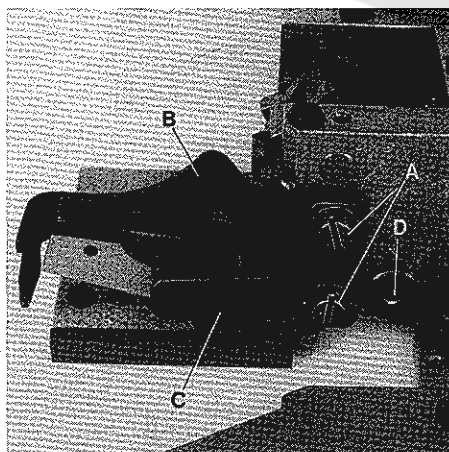
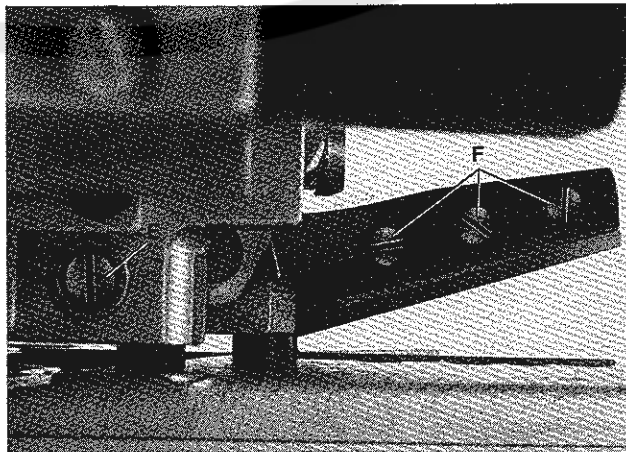
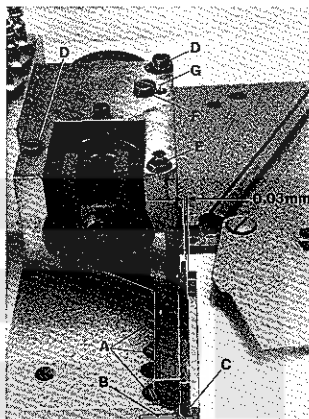

Fig.63
Fig.64
Fig.66
Loosen screws (A, Fig.63) and remove the two finger guards (B and C).
Loosen screw (D, Figs.63 and 65) and turn screw (E, Figs.64 and 65) a few revolutions counterclockwise until the pressure of upper knife against lower knife is released.
Remove the three knife fastening screws (A, Fig.66) and replace the lower knife.
The cutting edge of lower knife should be flush with the top surface of cloth plate. When assembling a new lower knife two shims (B, Fig.66) each 0,4 mm (1/64 in.) thick, have to be placed between lower knife and cloth plate. When assembling a resharpened knife one or both shims have to be removed, according to the stock removed while grinding, in order to have the lower knife cutting edge flush with cloth plate top surface. Tighten knife fastening screws.
Remove the three upper knife fastening screws (F, Fig.64) and replace the upper knife.
Press upper knife lever with upper knife in its down position. Cutting edges of upper and lower knife should overlap approx. 0,5 mm (.020 in.) at the knife tips (C, Fig.66). For this adjustment, the upper knife fastening screws (F, Fig.64) can be relocated a little bit up or down in the holes of the upper knife lever.
Lösen Sie die Schrauben (A, Fig.63) und entfernen Sie die beiden Fingerschutzteile (B und C).
Lösen Sie die Schraube (D, Fig.63 und 65) und drehen die Schraube (E, Fig.64 und 65) einigemal im Gegenuhrzeigersinn bis das Obermesser nicht mehr gegen das Untermesser drückt.
Entfernen Sie die drei Messerbefestigungsschrauben (A, Fig.66) und tauschen Sie das Untermesser aus.
Die Schneide des Untermessers muß auf gleicher Höhe mit der Stoffplattenoberfläche stehen. Beim Einbau eines neuen Untermessers werden zwei je 0,4 mm dicke Unterlegbleche (B, Fig.66) zwischen Untermesser und Stoffplatte gelegt. Beim Einbau nachgeschärfter Messer müssen, entsprechend dem abgeschliffenen Material, ein oder beide Unterlegbleche entfernt werden, damit die Untermesserschneide auf gleicher Höhe mit der Stoffplattenoberfläche ist. Ziehen Sie die Messerbefestigungsschrauben an.
Entfernen Sie die drei Obermesser-Befestigungsschrauben (F, Fig.64) und tauschen Sie das Obermesser aus.
Drücken Sie den Obermesserhebel mit dem Obermesser in die untere Stellung. Ober- und Untermesser sollen sich an den Messerspitzen (C, Fig.66) etwa 0,5 mm überlappen. Die Obermesser-Befestigungsschrauben (F, Fig.64) lassen sich für diese Einstellung in den Bohrungen etwas nach oben oder unten verlagern.
Release pressure of upper knife against lower knife as described in paragraph "REPLACING THE LOWER KNIFE". Loosen screws (D, Fig.66) slightly, and keep screw (E) securely tightened. Press upper knife lever in its down position.
Remove screw (F, Fig.66) and rotate eccentric rod (G) so, that the upper and lower knife contact each other at the knife tips (C), and at the lower knife pilot arises a distance of 0,03 mm (.0012 in.) (see Fig.66). Retighten the two screws (D) and turn in screw (F).
Make sure that eccentric rod (G, Fig.66) does not turn while tightening screws (D) and turning in screw (F).
Turn screw (E, Figs.64 and 65) clockwise until the upper knife exerts a markable pressure against lower knife. Lock screw (E, Figs.64 and 65) with screw (D) and make cutting tests with air pressure. If required, the upper knife pressure should be slightly increased or the shear angle slightly enlarged.
Lösen Sie die Schrauben (D, Fig.66) leicht, die Schraube (E) muß fest angezogen bleiben. Drücken Sie den Obermesserhebel in die unterste Stellung.
Entfernen Sie die Schraube (F, Fig.66) und drehen Sie den Exzenterbolzen (G) so, daß sich Ober- und Untermesser an der Spitze (C) berühren und am Untermesser-Führungzapfen ein Abstand von etwa 0,03 mm entsteht (siehe Fig.66).
Achten Sie darauf, daß sich der Exzenterbolzen (G, Fig.66) beim Anziehen der Schrauben (D) und Einschrauben der Schraube (F) nicht verdreht.
Drehen Sie die Schraube (E, Fig.64 und 65) im Uhrzeigersinn bis das Obermesser einen gut spürbaren Druck gegen das Untermesser ausübt. Kontern Sie die Schraube (E, Fig.64 und 65) mit der Schraube (D) und machen Sie Schneidproben mit Druckluftantrieb.